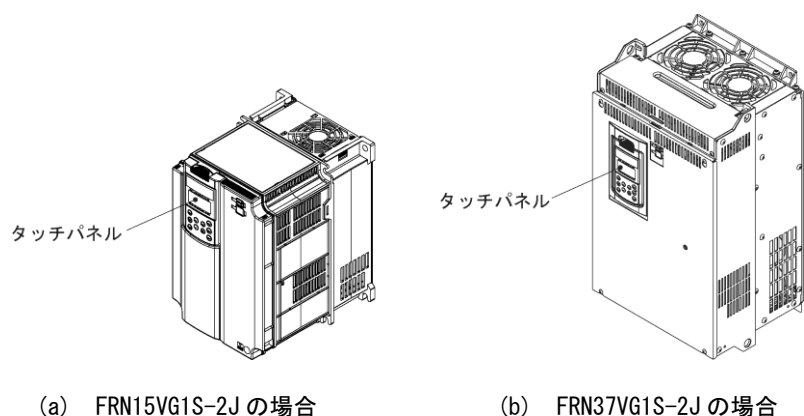

図2.3-1 タッチパネルをインバータ本体に装着する場合
■ インバータ本体に装着する（図 2.3-1 (a), (b) 参照）